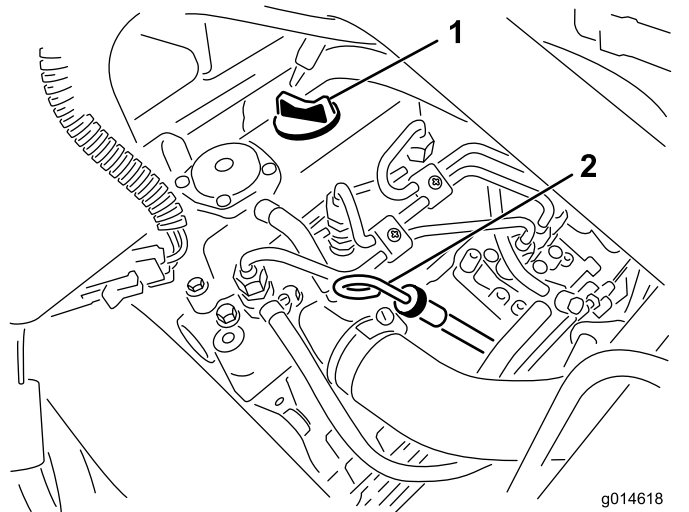

Рисунок 27
2. Выньте маслостержень и протрите его чистой ветошью (Рисунок 27).